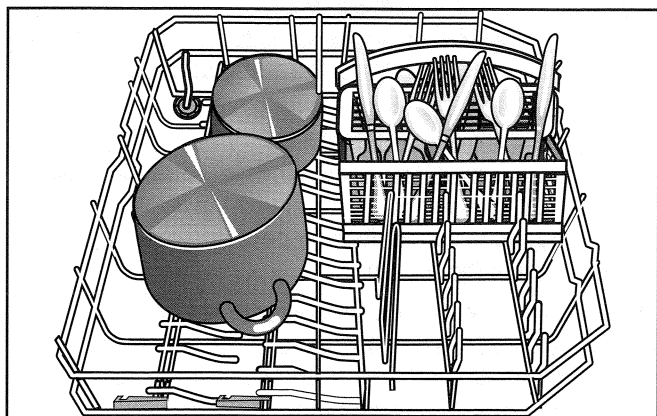

Figure 5
- Les lave-vaisselle de la gamme DLX (SHU 3012 UC et SHU 3016 UC) sont dotés d'un panier inférieur à deux jeux de dents mobiles. Avec ces modèles, si l'on a besoin de plus d'espace pour les casseroles et les poêles, les deux jeux de dents arrière peuvent être abaissés. La figure 5 illustre le panier inférieur